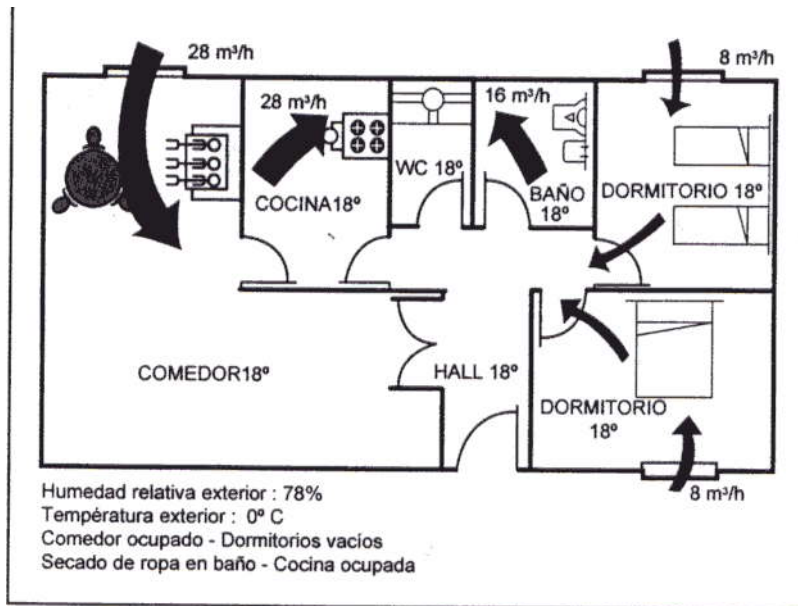

Figura 32. Ventilación higrorregulable en ocupación diurna
- Ajustar el caudal de renovación de aire en función del nivel de humedad relativa en cada cuarto, evacuando el vapor de agua producido por las personas y su actividad limitando aún más los riesgos de condensación (ver figura 32)